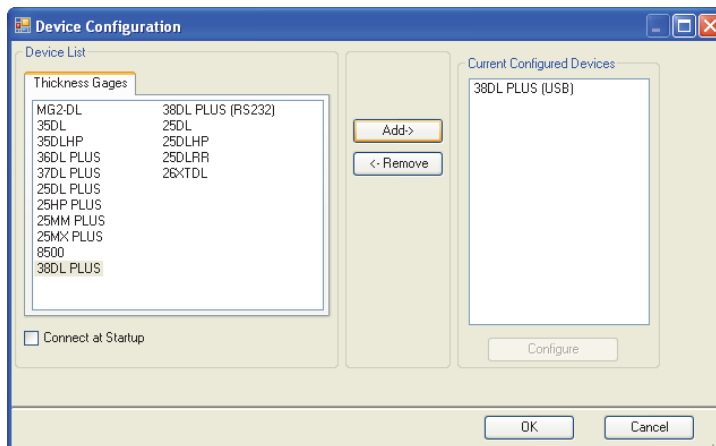

Abbildung 14-10 Dialogfeld Device Configuration (Gerät konfigurieren)
- b) Verfahren Sie im Dialogfeld **Device Configuration** (siehe Abbildung 14-10 auf Seite 293) wie folgt:
- (1) Wählen Sie auf der Liste **Device List** das 39DL PLUS aus und klicken Sie dann auf **Add**.